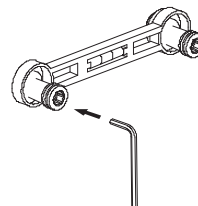

Figura 3
c) Assicurarsi che i 2 connettori curvi siano installati in modo mortalmente diritto nella parete. L'interasse tra i 2 connettori curvi è di 150±8 mm. Utilizzare la livella a bolla d'aria (12) per assicurarsi che la linea centrale rimanga orizzontale (Figura 3).